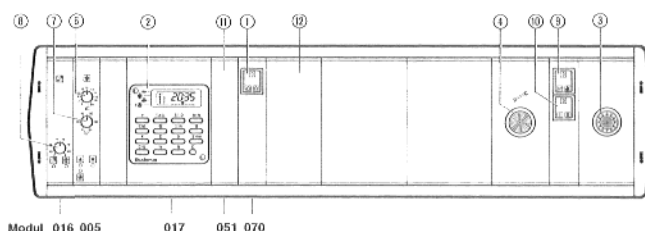

Abb. 17 – LW 3303
- Schaltblende ① und Blindblende ⑫ abschrauben und herausziehen bzw. abnehmen (Abb. 17).
- Regelmodul ⑬ in die Leiterplattenführung einschieben und Frontblende verschrauben.